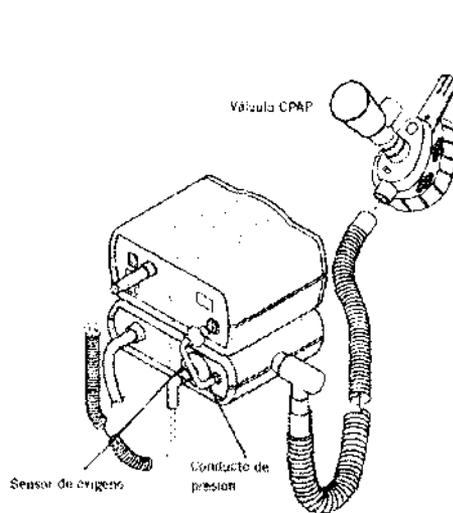
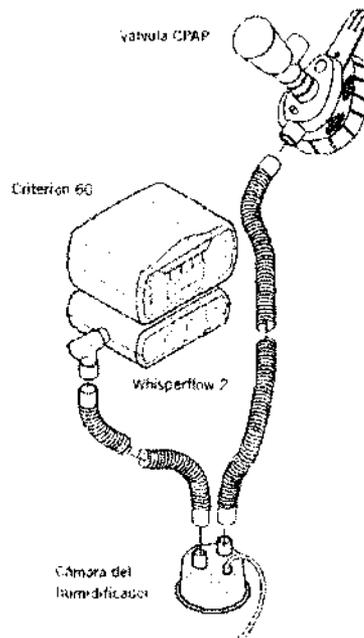

Imagen 3: Whisperflow 2 y Criterion 60, mascarilla de doble puerto
Imagen 7. Instalación de un humidificador
1. Seleccionar una máscara facial totalmente ajustable o un tubo endotraqueal (ET) como conexión para el paciente. Asegurarse de que la máscara se adapte cómodamente, se ajuste totalmente al tabique nasal y cubra completamente la nariz y la boca.
3. Montar el circuito siguiendo la Imagen 3 a la Imagen 7, según la máscara, el analizador de oxígeno y el humidificador utilizado. Mientras se monte el circuito, tener en cuenta que: